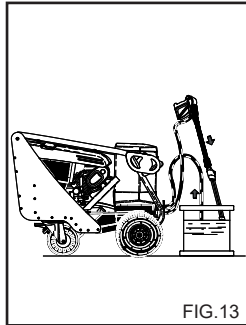

FIG.13
**OPERAZIONI PER L'USO DI ANTIGELO (Fig. 13)**